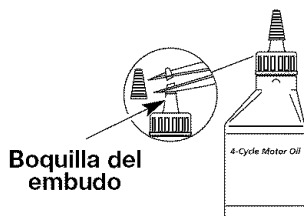

Fig. 10
Su unidad trae una botella de aceite SAE 30 SF, SG, SH de 90 ml (3,04 onzas fluidas) (Fig. 10).
- Desenrosque la tapa de la botella de aceite y retire el sello de papel que cubre la apertura. Vuelva a colocar la tapa. Corte la punta de la boquilla del embudo (Fig. 10).